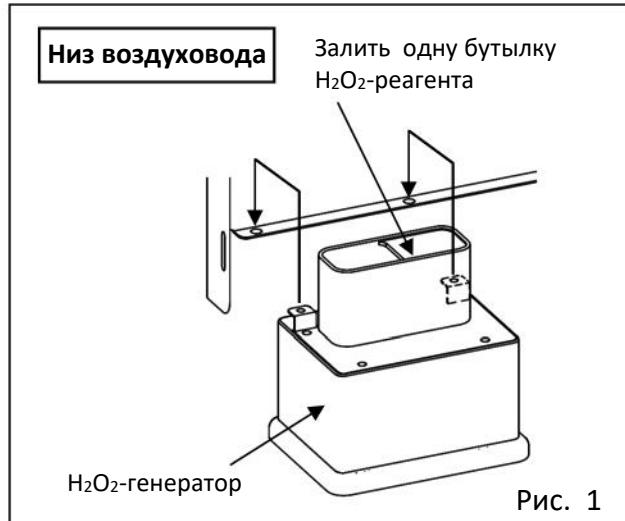

Рис. 1
**5.** Залейте в H2O2-генератор MCO-HP-PW одну бутылку обеззараживающего H2O2-реагента (MCO-H2O2-PE) (Рис. 1).
**6.** Установите два штифта H2O2-генератора в два отверстия в нижней левой части воздуховода (Рис.1).
**10.** Убедитесь, что воздуховод, вентилятор и H2O2-генератор надежно прикреплены (см. Рис. 1 – 3 на стр. 88). После этого закройте внутреннюю и внешнюю дверцы.